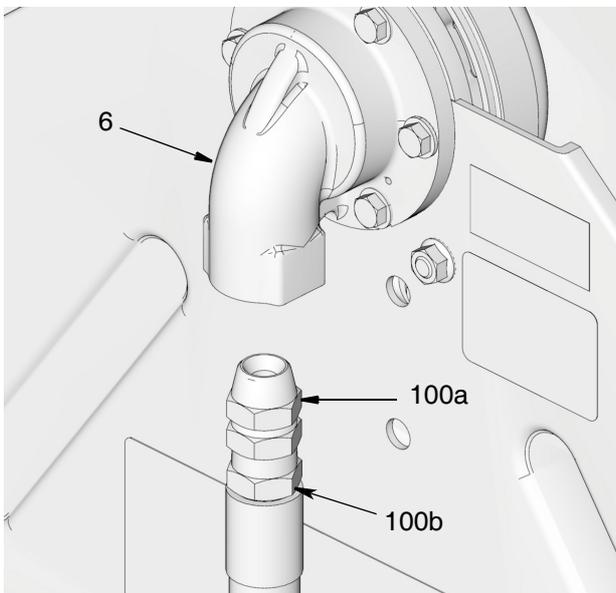

ABB. 4
2. Verbindungsadapter auf Einlass (6) (ABB. 4) anbringen.
3. Gewindedichtmittel auf die Gewinde (6) des Einlassschlauchs (100b) auftragen oder diese mit PTFE-Band umwickeln (ABB. 4) (bei Bedarf).
4. Verbindungsadapter (100a) auf Einlassschlauch (100b) (ABB. 4) anbringen. Mit Schlüssel Verbindung festziehen.